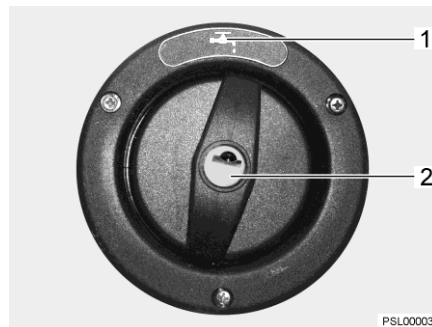

Fig. 85 Coperchio per bocchettone di riempimento dell'acqua potabile
- ▷ Il bocchettone di riempimento dell'acqua potabile è contrassegnato dal simbolo "☕" (Fig. 85,1).
- ▷ L'apertura e la chiusura del coperchio (Fig. 85,2) è descritta nel paragrafo 11.2.